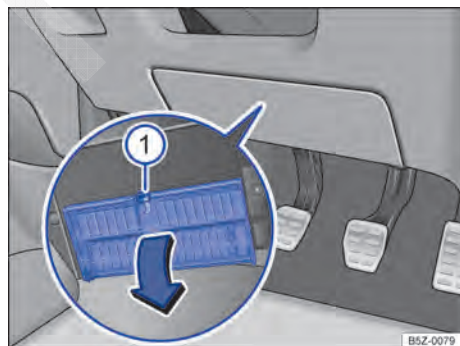

Fig. 165 No lado do condutor embaixo do painel de instrumentos: abrir a cobertura da caixa de fusíveis.
- **Abrir:** pressionar a alavanca de travamento → Fig. 165 ① até que a cobertura se abra.
- **Fechar:** rebater a cobertura no sentido contrário à seta até que ela se trave audivelmente na alavanca de travamento ①.